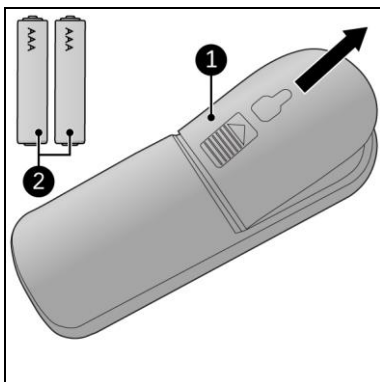

Figure 10
1. Retirez le couvercle (figure 10, pos. 1).
3. Insérez deux piles (AAA 1,5 V) (figure 10, pos. 2) comme indiqué dans le compartiment à piles. Veillez à insérer les piles correctement.
5. Retirez les piles (figure 10) de la télécommande.